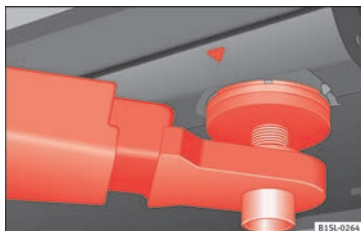
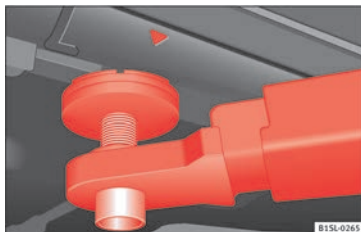

Fig. 156 Puntos de apoyo delanteros para elevar el vehículo con la plataforma elevadora o con el gato.
Fig. 157 Puntos de apoyo traseros para elevar el vehículo con la plataforma elevadora o con el gato.
Para levantar el vehículo deberá servirse únicamente de los puntos indicados en las figuras » fig. 156 y » fig. 157. Si no se eleva el
- Elevar el vehículo sirviéndose únicamente de los puntos indicados en las figuras » fig. 156 y » fig. 157. Si no se eleva el vehículo por los puntos indicados, podría caerse de la plataforma elevadora al desmontar, por ejemplo, el motor o la caja de cambios.